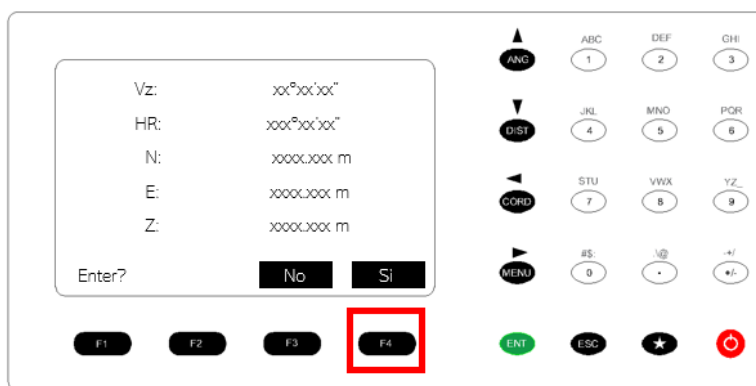

Figura 34. Comandos de la estación total para guardar la lectura.
36. Verificar y anotar las coordenadas y presionar F4 Si, para guardar el punto. Figura 34.